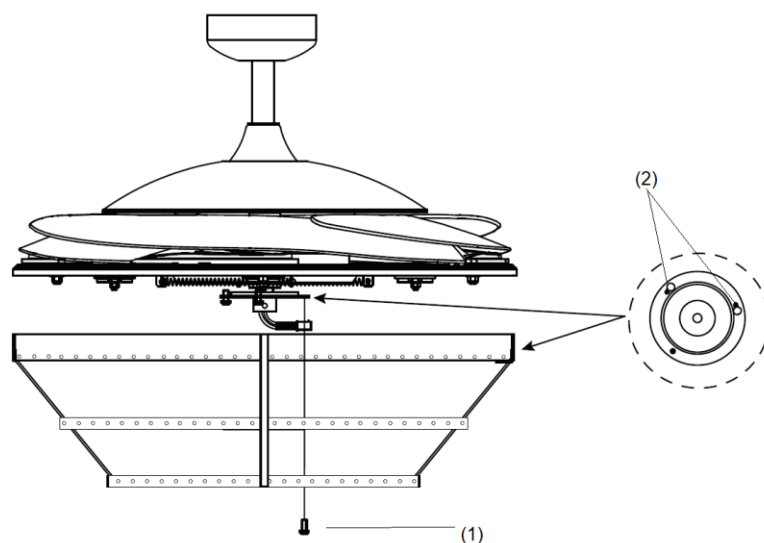

Fig. 7
INSTALACIÓN DEL KIT DE ILUMINACIÓN (Fig. 7 y 8)
1. Afloje el tornillo (1) del soporte del ventilador. Ponga en línea las dos ranuras de los tornillos con las ranuras del bocallave (2) del kit de iluminación. (Fig. 7)
2. Gire el kit de iluminación en sentido antihorario hasta que los tornillos de cabeza ranurada queden firmes en el extremo de las ranuras (2).
3. Fije el tornillo (1) al soporte del juego de luces. Apriete los tres tornillos. No los apriete en exceso.